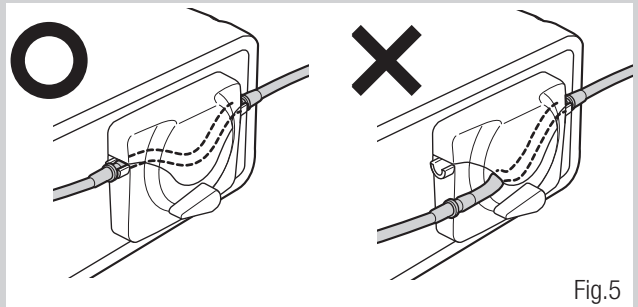

Fig.5
- Asegúrese de que el tubo esté colocado en los rodillos, de forma segura, al cerrar la tapa de la bomba. Si el tubo no está correctamente posicionado en los rodillos y la tapa se cierra, el tubo podría cortarse o romperse. (Fig.5)